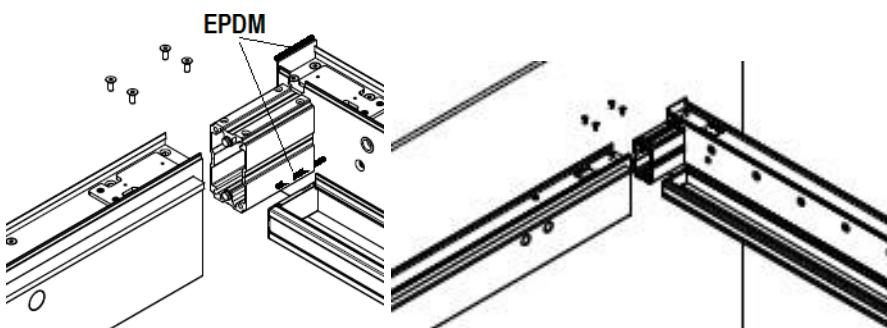

Abbildung 26
6. Auf die Endkappen der Längsträger an der Wandseite kleben Sie nach dem Entfetten an der Ober- und Unterkante selbstklebende EPDM-Abstandhalter (Abb. 26).